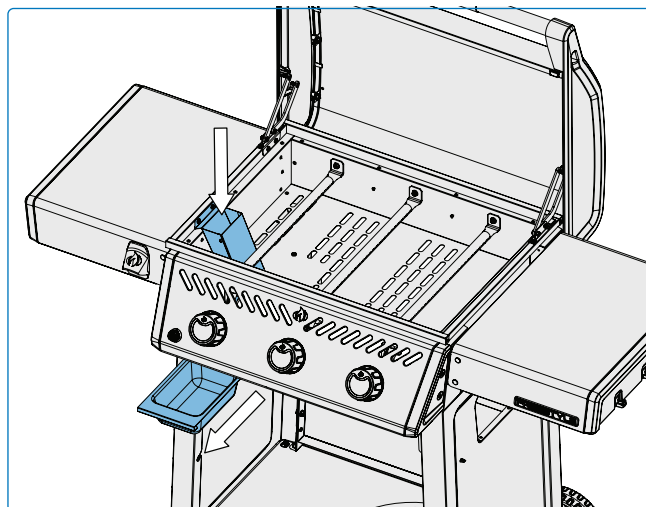

Fig. 11
1. Når apparatet er kølet helt af, skal drypbakken forsigtigt trækkes lige ud fra apparatets vogn uden at vippe den. **(Fig. 11)**.